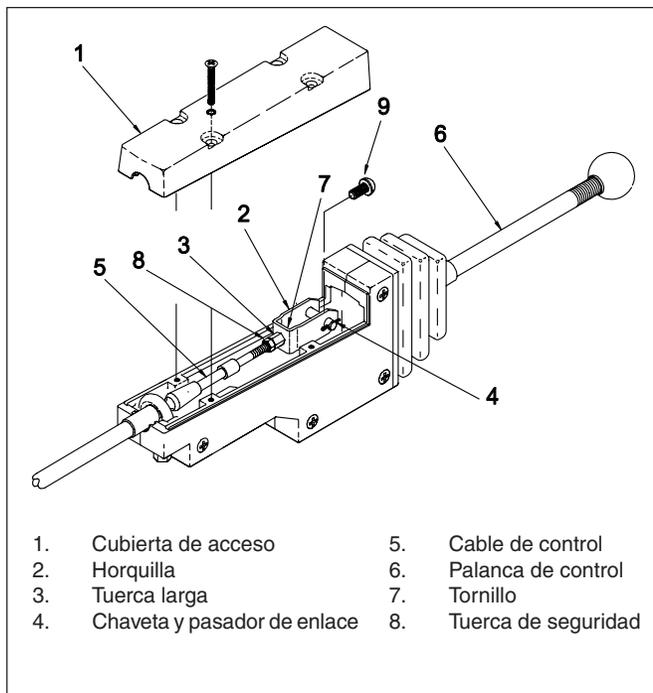

Figura 8 - Ajuste del cable de control
B. Vea la Figura 8. Compruebe que las posiciones de la palanca de control de potencia sean las mismas que los indicadores de posición en la calcomanía. Retire la cubierta de acceso (artículo 1) en el alojamiento para hacer ajustes. Suelte la tuerca de seguridad (artículo 8) que evita que gire la tuerca larga (artículo 3). Retire la chaveta y el pasador de enlace (artículo 5) de las horquillas (artículo 2). Gire la tuerca larga y la horquilla para ajustar el largo del cable de control (artículo 5). Use el pasador de enlace y la chaveta para conectar la horquilla al mango de control nuevamente y verifique la operación. Instale la cubierta de acceso una vez que se haya terminado el ajuste.